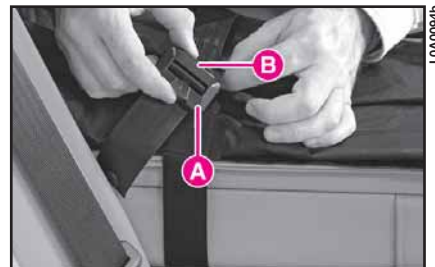

fig. 211
2) afloje la tensión de la correa, haciéndola pasar por la hebilla A (fig. 211) mientras presiona el pulsador B;